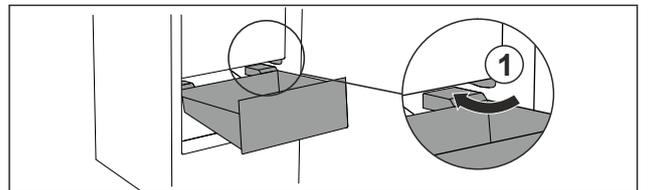

Fig. 81
- ▶ Introducir el cajón inclinado rodeando los topes Fig. 81 (1).